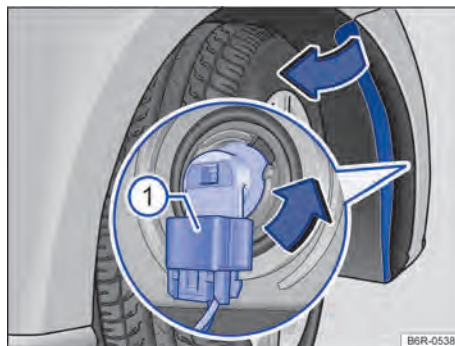

Fig. 108 Substituir a lâmpada incandescente do farol.
6. Retirar o conector de alimentação da lâmpada → Fig. 108 (1), pressionar, ao mesmo tempo, a trava de fixação do conector.
7. Girar o soquete da lâmpada → Fig. 108, no sentido anti-horário da seta até o batente, e desencaixá-lo do alojamento.
12. Encaixar o conector de alimentação → Fig. 108 (1) no soquete da lâmpada. O conector precisa encaixar audivelmente.